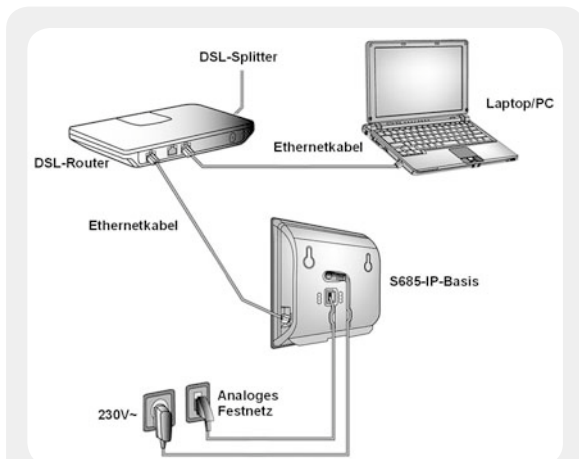

Bild 8: Die „Verkabelung“ eines CAT-iq-Telefons erfordert nur eine zusätzliche IP-Verbindung zum Internet. Quelle: Gigaset
**Verkabeln.** Bei VoIP hingegen wird das Gespräch nicht wie im Telefonnetz über eine feste Verbindung, sondern in Form von Datenpaketen über das Internet abgewickelt. Dafür ist ein Breitband-Internet-Anschluss (z. B. DSL) am besten mit nutzungsunabhängigem Festpreis (Flatrate) empfehlenswert. Das typische Anschlussschema zeigt Bild 8.